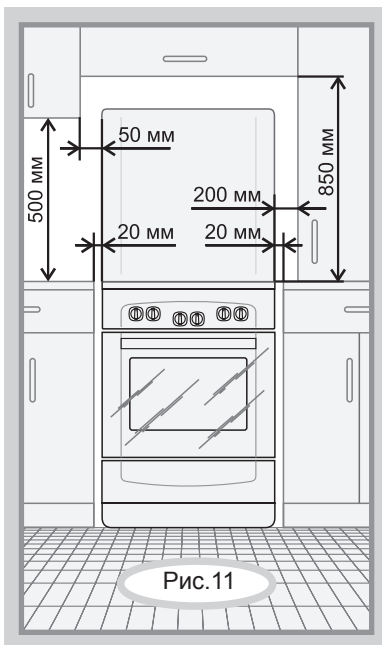

Рис. 11
- Минимальные расстояния, которые необходимо выдержать при установке плиты, показаны на рис. 11. Задняя стенка плиты должна отстоять от поверхности стены не менее чем на 50 мм. Торцы мебели на уровне варочной поверхности стола рекомендуется защитить металлическими накладками. Кухонные полотенца, шторы и т.п. должны находиться на безопасном расстоянии, исключающем их воспламенение.